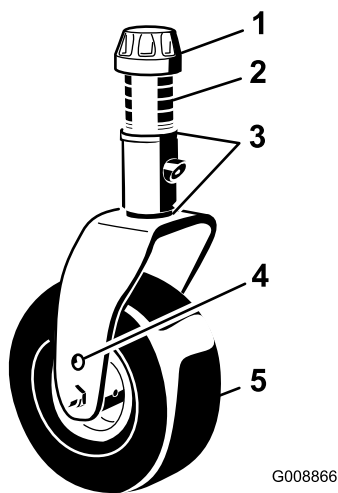

Figura 26
3. Ajuste los suplementos de 3 mm de las horquillas de las ruedas giratorias delanteras hasta que la altura de corte se corresponda con la marca de la pegatina (Figura 26); consulte Ajuste de la inclinación de la carcasa de corte \(página 61\).